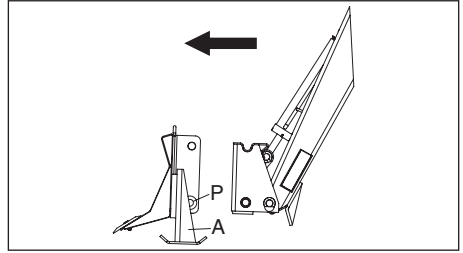

Fig. 22
- apoie o conjunto em um terreno plano através do apoio "A" (Fig. 22);
- para acoplar qualquer um dos opcionais, proceda da maneira contrária ao desacoplamento (Fig. 22).